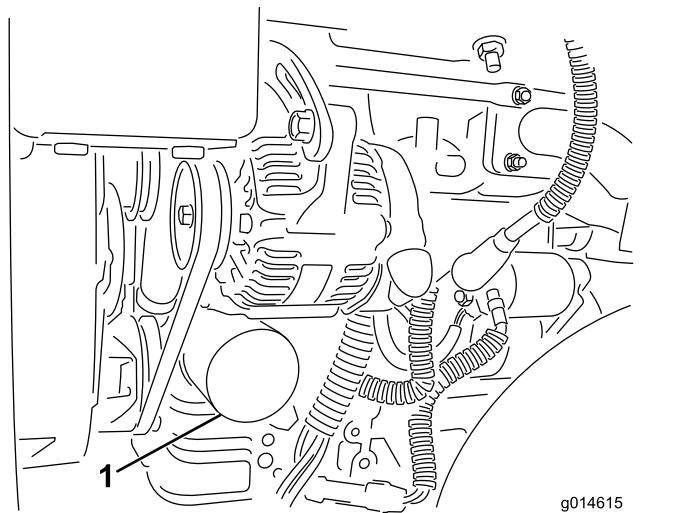

Рисунок 30
2. Снимите масляный фильтр (Рисунок 30). Нанесите тонкий слой чистого масла на прокладку нового фильтра.